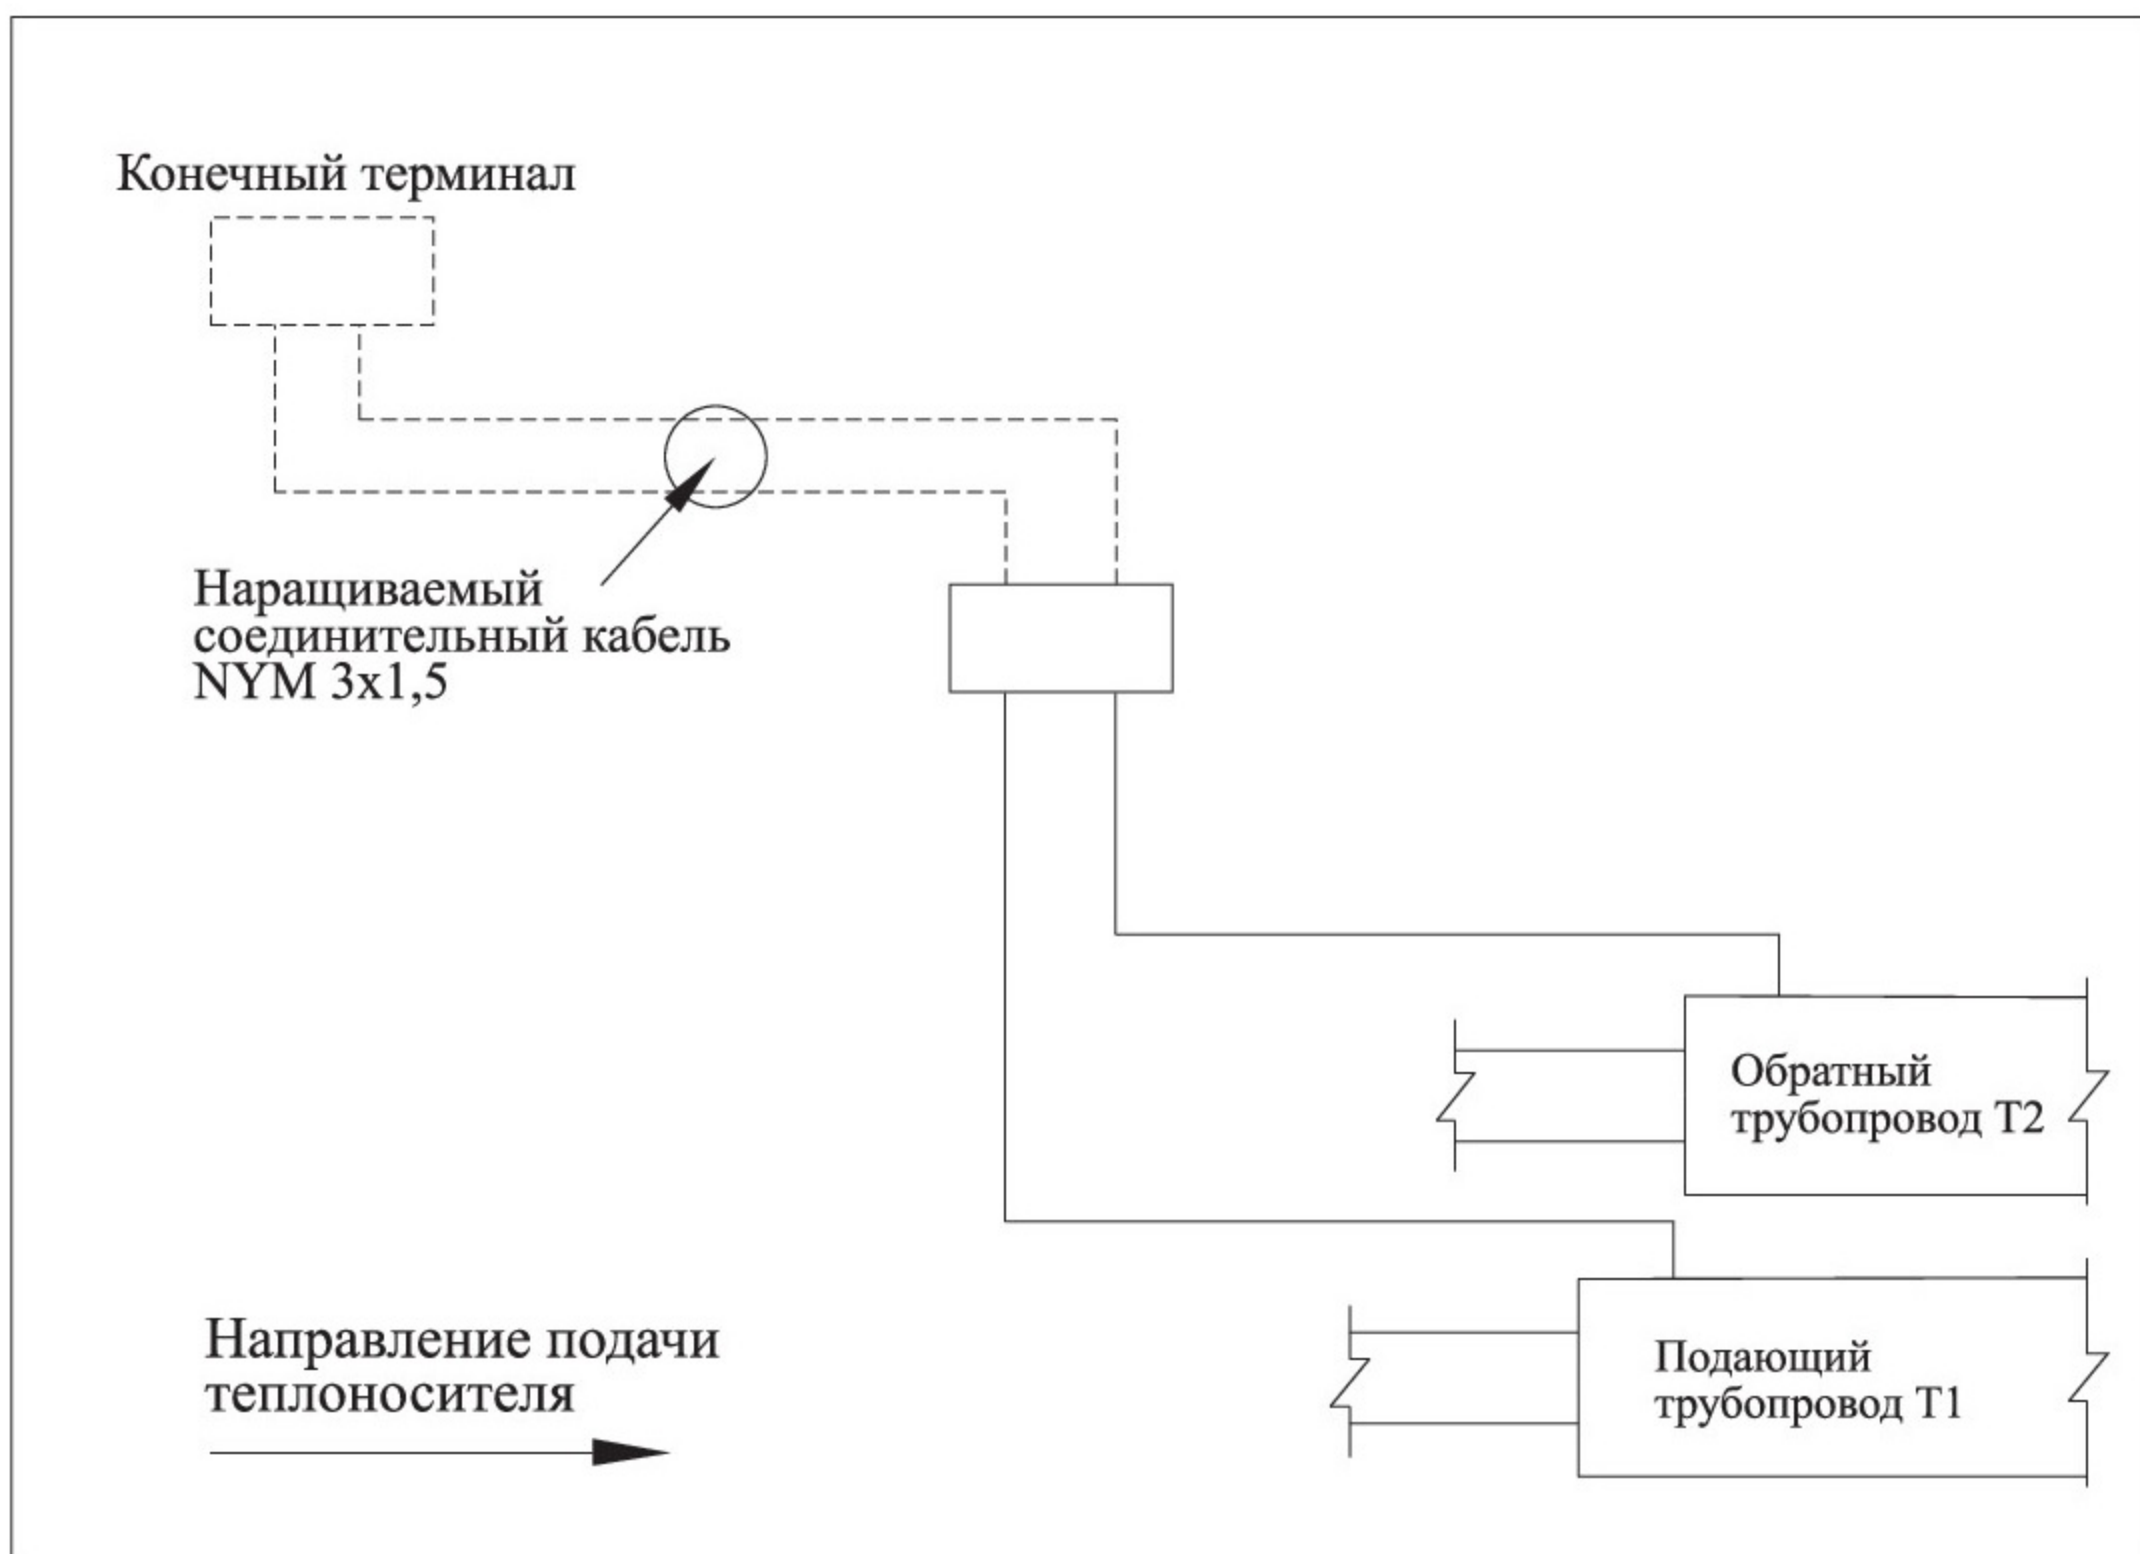

Рис. 4 Подсоединение/наращивание кабеля к двухтрубной системе ОДК
- 2.2. Подсоединение/наращивание кабеля к двухтрубной системе ОДК - **Рис. 4, 8.**